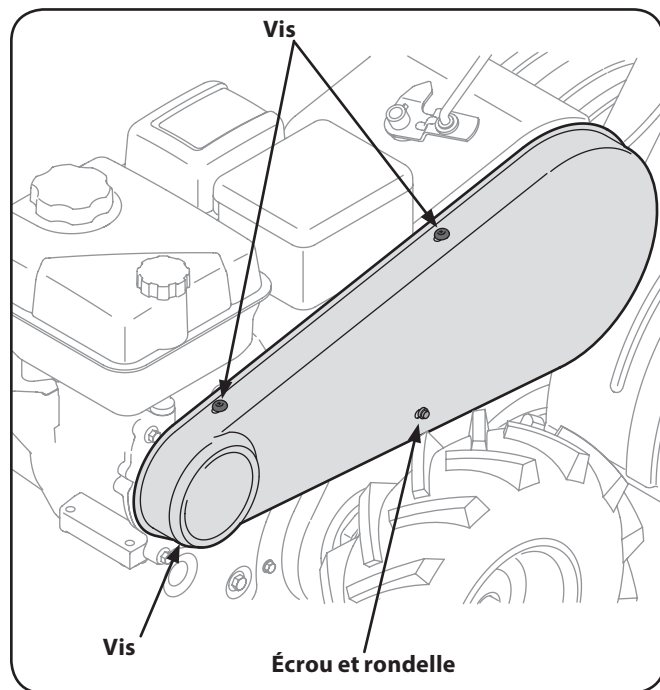

Figure 7-1
2. Enlevez les deux vis sur le couvercle de la courroie, puis retirez le couvercle de courroie à partir du côté gauche de l'appareil. Voir Figure 7-1.